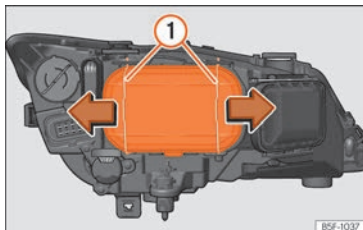

Fig. 54 Luz de cruce.
- Desplace los tirantes » fig. 54 ① en el sentido de la flecha y saque la tapa.